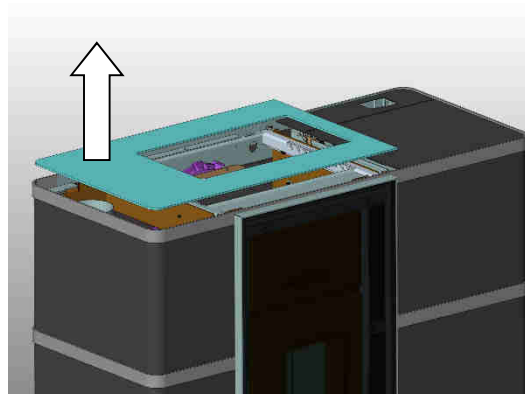

Fig. 8 : retrait du couvercle de l'appareil
2. Retirer le couvercle encastré de l'appareil vers le haut (Fig. 8).